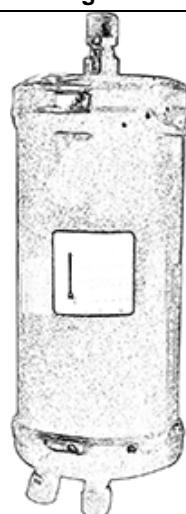

Fig. 4
- 4- Rasgue o excesso de papel usando a borda serrilhada (veja a Fig.4).
- Prepare o novo filtro e insira-o respeitando o sentido de aplicação (Fig. 4).